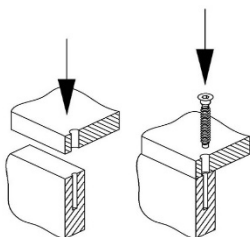
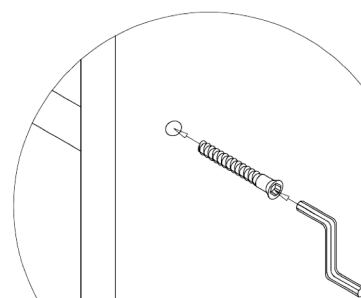

Рис. 5 –Установка винтов-конфирматов
Рис. 6 – Соединение винтом-конфирматом
- В сквозные отверстия $\varnothing 8$ мм пластей крышки (5), нижнего щита (2) вставьте конфирматы и соедините с перегородкой (6), (Рис.5), закрутив их ключом для конфирматов (Рис.6).